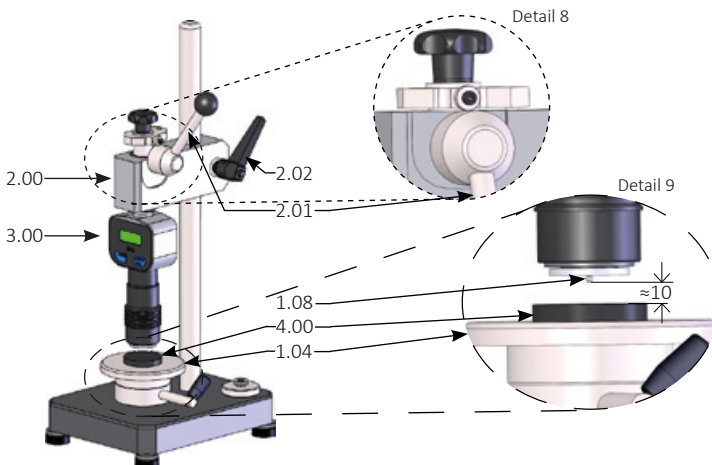

Abb. 8 Härteprüfung Shore 00, 000, 000 S
- › Verschieben Sie den Aufnahmearm, so dass sich der Eindringkörper des Härteprüfgerätes vertikal ≈ 10 mm über dem Prüfling befindet (siehe Detail 9, Abb. 8).
- › Schwenken Sie den Belastungshebel (2.01) nach unten, bis das Gewicht nicht mehr auf der Exzentrerscheibe des Belastungshebels (2.01) aufliegt (siehe Detail 8, Abb. 8).